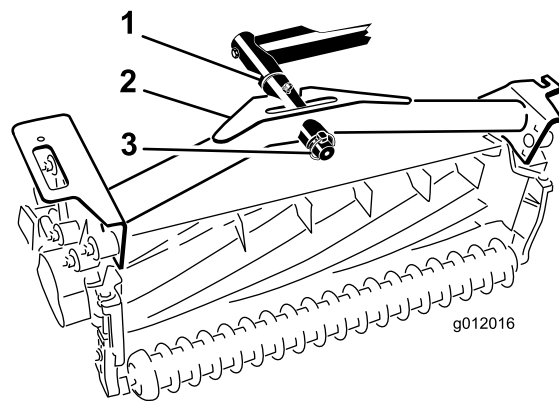

図 21
2. ピボットロッドに、カッティングユニットのキャリアフレームを取り付け、リンチピンで固定する 図 21。